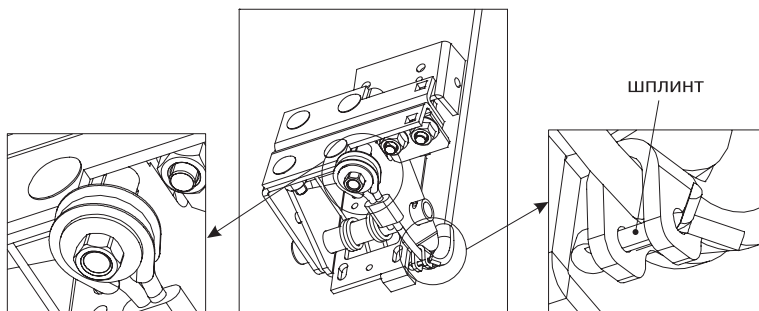

Рис. 27.4
8) надеть петли тросов на резьбовые пальцы нижних кронштейнов (рис.27.4). Петлю троса разместить между двумя шайбами. Для фиксации троса на резьбовой палец установить гайку. При сборке следует обратить внимание на то, чтобы трос находился в специальном ручье нижнего кронштейна. Для предотвращения выхода троса из ручья необходимо установить шплинт.